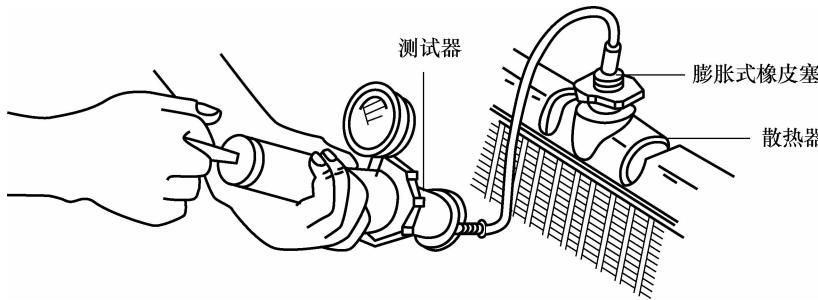

图 2-48 用压缩空气检查散热器的密封性
(2)用压缩空气法检查散热器。对于清除水垢后的散热器的漏水检验,可以将散热器的进水管用膨胀式橡皮堵塞,然后放入清水池内,再向散热器注入压缩空气(见图 2-48)。如散热器各处冒气,形成气泡,则说明散热器已严重腐蚀。如冒气地点不多,说明不严重,应在冒气地点找出渗漏位置,做好记号准备修复。